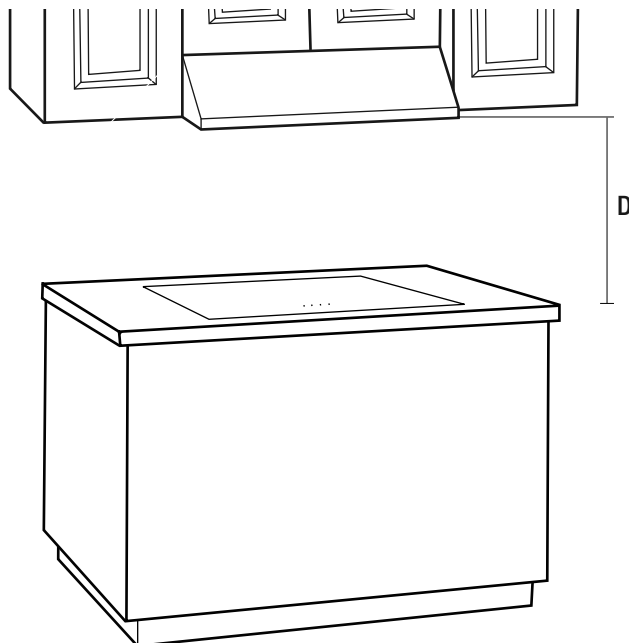

Fig. 1
4. Si vous choisissez d'installer la hotte, comme ci-dessous (Fig. 1), à la distance (D) de la surface de cuisson, prenez des précautions supplémentaires car la hotte peut être très chaude au toucher. Pour cette unité, la distance (D dans la fig. 1) est de 458mm - 710mm (18 po - 28 po). Si vous choisissez une installation de 18po., la température de la surface de la hotte sera élevée si l'appareil est utilisé pendant une cuisson à haute puissance pour un certain temps.